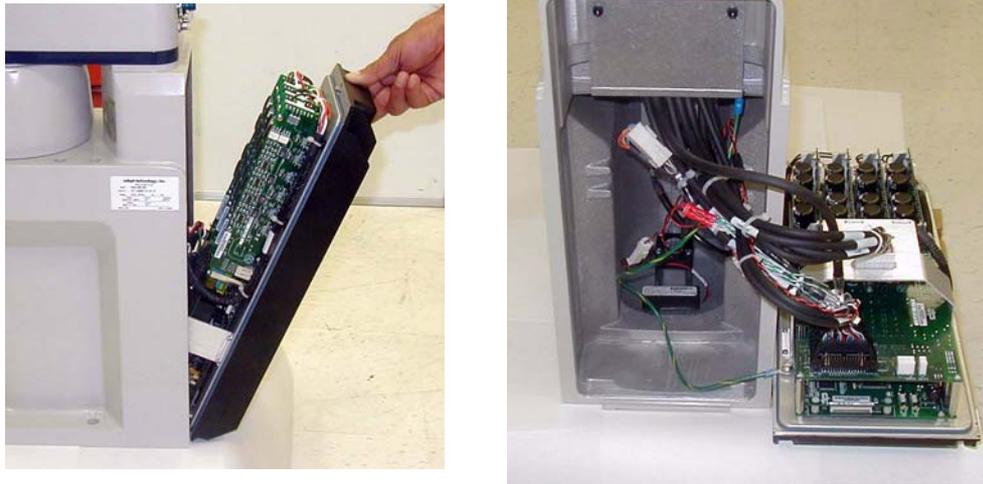
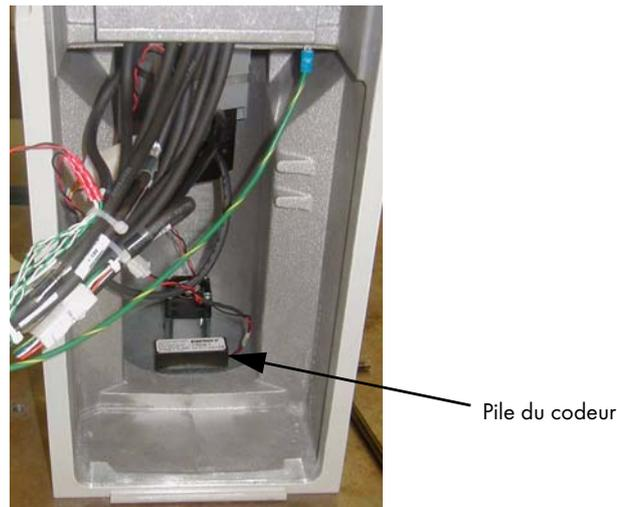

Figure 7.3 : ouverture et retrait du châssis de l'AIB
Figure 7.7 : emplacement de la pile du codeur
8. Abaissez doucement le châssis (voir la figure 7.3, page 105) de façon à pouvoir retirer les câbles internes. Le châssis peut être posé à plat ou placé sur la droite du robot pour un accès plus aisé.
7. Abaissez doucement le châssis (voir la figure 7.3, page 105), de façon à pouvoir accéder à la pile. Pour plus d'informations, voir la figure 7.7.